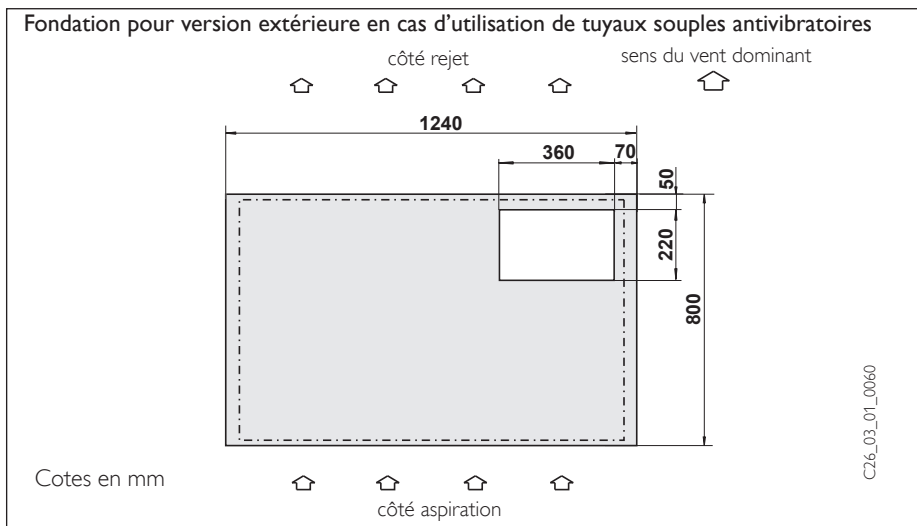

Fig. 4
- fondations (fig. 4)
Pour les conduites d'eau et d'électricité qui doivent être raccordées par le bas à la pompe à chaleur, une réservation doit être prévue à cet effet dans le sol (fig. 4).